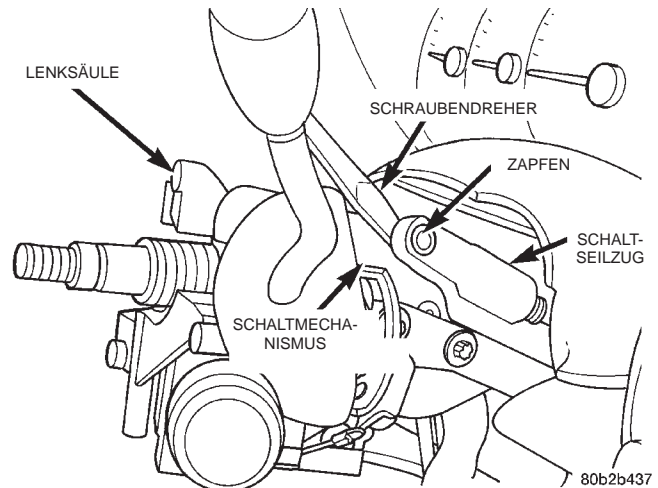

Abb. 21 Schaltseilzug vom Schaltmechanismus abhebeln
(27) Bei Fahrzeugen mit Lenkradschaltung den Schaltseilzug nach folgender Anleitung ausbauen. Seilzugsicherung öffnen und den Schaltseilzug mit einem Schraubendreher zwischen Seilzug und Gehäuse vom Zapfen am Schaltmechanismus abhebeln (Abb. 21).